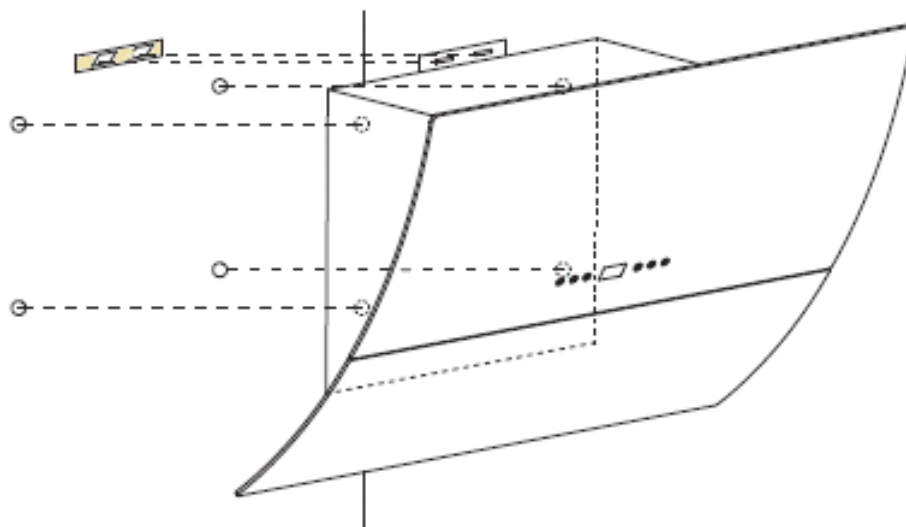

Fig. 2
2. Taladre 4 orificios más en la pared de acuerdo con los tacos adjuntos como se muestra en el dibujo de la fig. 2.
5. Fije los 4 tornillos según el dibujo de la fig. 2.